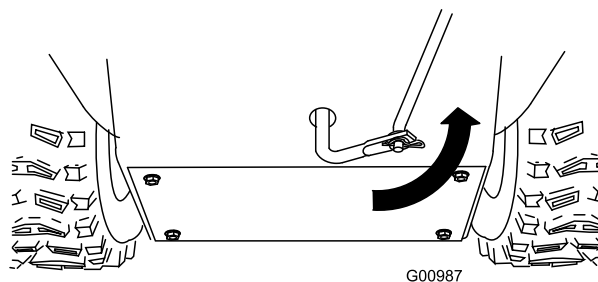

Figura 6
5. Girate il braccio articolato inferiore completamente verso l'alto (senso antiorario) (Figura 6).